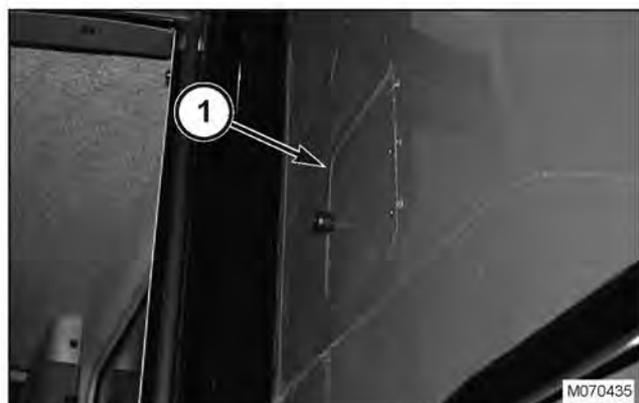

FIG. 4
FIG. 4: Una compuerta de la muestra de granos (1) está provista y puede verse desde la plataforma del operador. Para obtener una muestra, abra la puerta de acceso, retire la muestra, cierre y trabe la puerta.